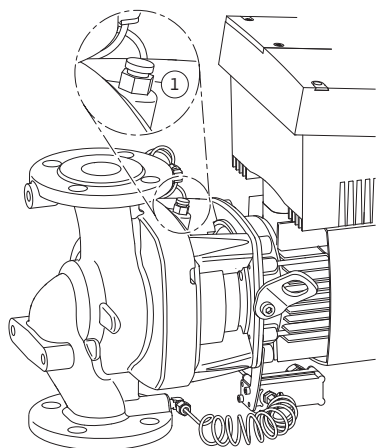

Fig. 45: Avluftningsventil
- Avlufta pumpen genom att lossa avluftningsventilen (fig. 45, pos. 1). Torrkörning förstör pumpens mekaniska axeltätning. Differenstrycksgivaren får inte avluftas (risk för skador).